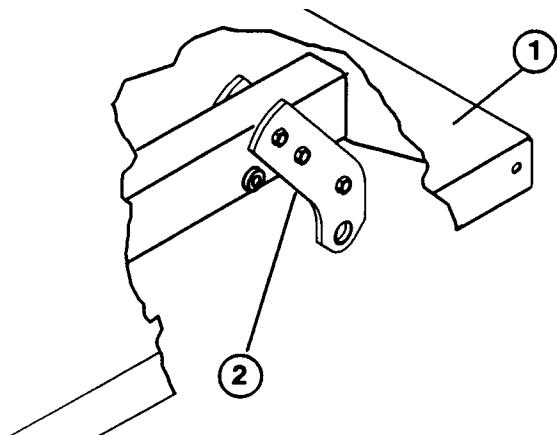

Fig. 4
N.B.: Nel caso del Workman 3000 con pianale standard, verificare che le piastre di rotazione posteriori siano bullonate al profilo/telaio del pianale in modo che il lato inferiore sia angolato sul retro (Fig. 4).